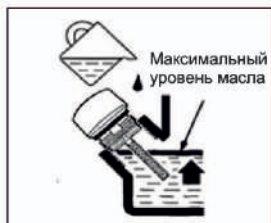

Рис. 21
7. Установите мотоблок на горизонтальной поверхности и залейте новое моторное масло, рекомендованное производителем, до нижней кромки маслозаливной горловины (Рис. 21)